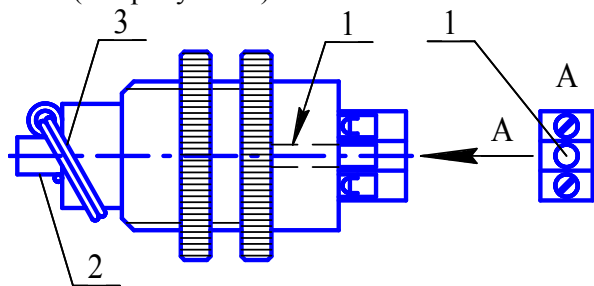

Рисунок 5
7.4 Для восстановления устройства пускового ручного после срабатывания МПП необходимо через отверстие **1** (см. рисунок 5) в основании устройства поднять шток **2** и закрепить чекой **3**. Для подъема штока